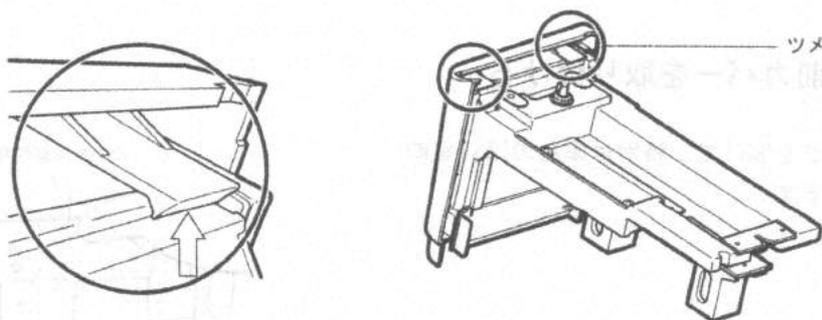
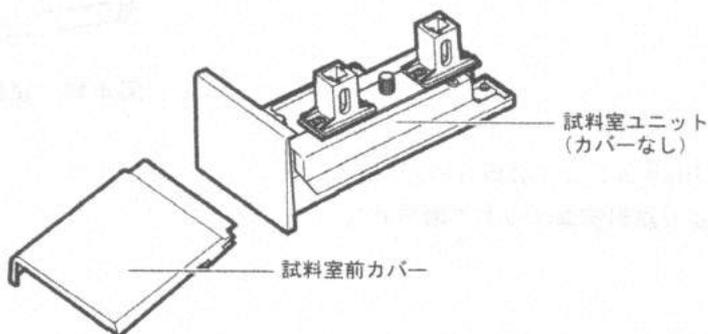

図 4.12 試料室前カバーのツメ
図 4.13 試料室ユニット
- 2 試料室ユニットの上下を逆さにし、図 4.12 のようにカバーのツメ (2カ所) を矢印方向に押して、試料室ユニットから外します。(図 4.13)